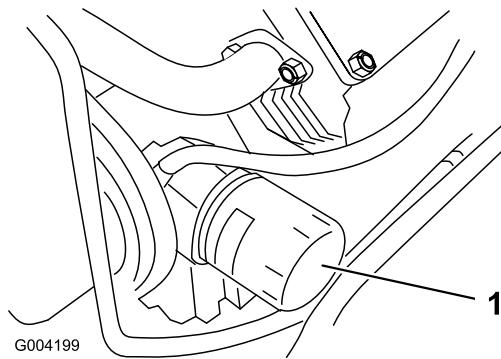

Рисунок 34
- Извлеките старый фильтр (Рисунок 34) и протрите поверхность прокладки адаптера фильтра.